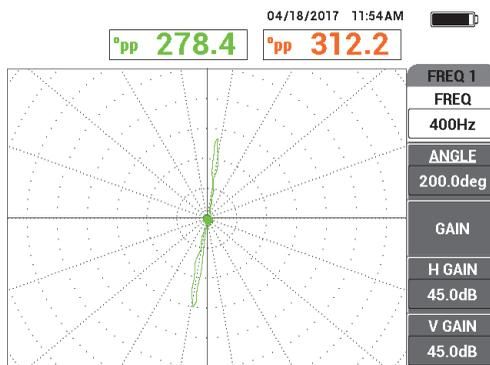

Рис. 5-194 Сканирование сквозного отверстия
3. Медленно просканируйте трубу, пока не будет отображен сквозной дефект, затем нажмите клавишу FREEZE (❄) [см. Рис. 5-194 на стр. 281].